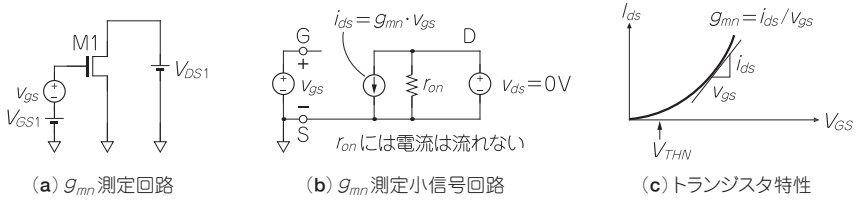

図3.2 NMOSトランジスタのトランスコンダクタンス g_{mn} の求め方
① トランスコンダクタンス g_{mn} の求め方 (図3.2)
と呼ぶ場合もあります。図3.2(b)の小信号回路では $v_{ds} = 0V$ となるため、 r_{on} には電流は流れません。よって小信号の電圧源 v_{ds} に流れる電流は $i_{ds} = g_{mn} \cdot v_{gs}$ となります。
- (iii) 図3.2(c)のように $g_{mn} = i_{ds}/v_{gs}$ は I_{DS} 波形の「接線の傾き」となります。 g_{mn} は第1章の式(1.2)を V_{GS} で微分して次のように導出することもできます。